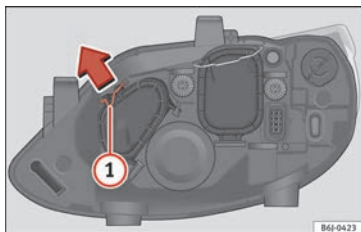

Fig. 182 Abbagliante.
- Far scorrere il tirante ① nel senso della freccia e sfilare la chiusura » fig. 182.